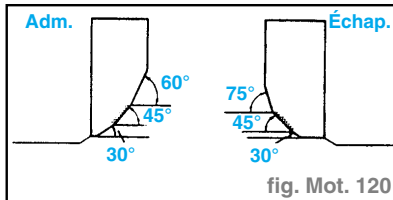

fig. Mot. 120
- Si la position du siège est trop haute, rectifier le siège de soupape à l'aide d'une fraise de **60°** (ADM) ou de **75°** (ÉCHAP) et d'une fraise de **45°**. (fig. Mot. 120)